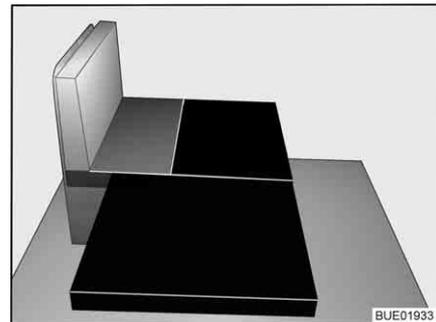

Fig. 34 Después de la transformación
- Colocar el cojín adicional grande en el alojamiento de cojín (véase Fig. 34).